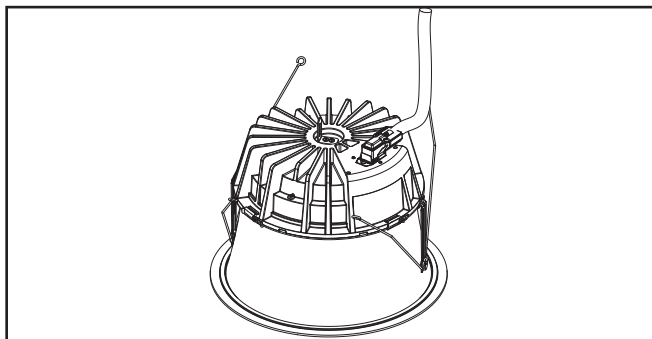

Figure 8.
2. Assurez-vous que le connecteur est correctement enclenché. (Figure 8).